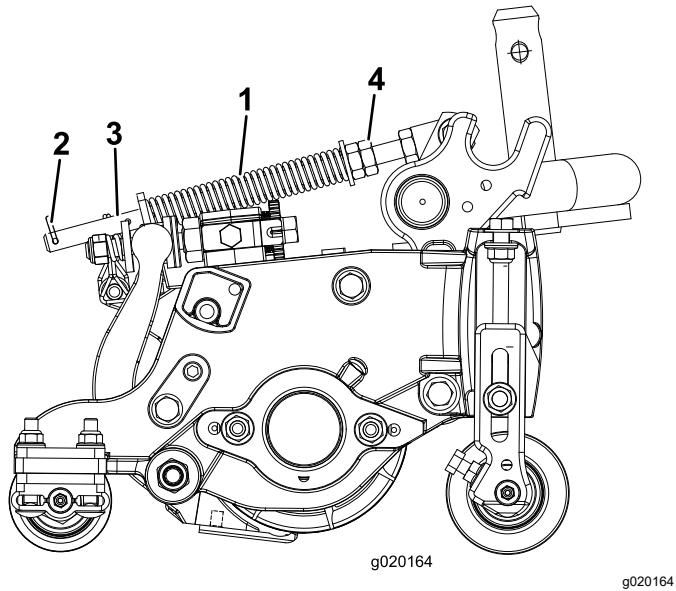

图 11
草坪补偿弹簧 图 11 可将重量从前滚筒转移至后滚筒。这有助于减少草坪的波动图形也称为波浪形或摆动形。
- 确保发卡销安装在弹簧杆的后孔内 图 11。
- 拧紧弹簧杆前端的六角螺母直至压缩后的弹簧长度为 127mm (图 11)。